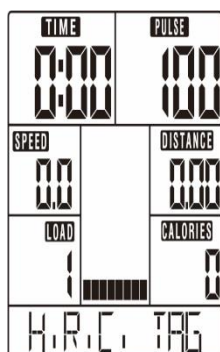

Bild 15
3. Använd UP eller DOWN för att välja 55 %, 75 %, 90 % eller TAG (TARGET H.R.) (standard: 100, bild 15).